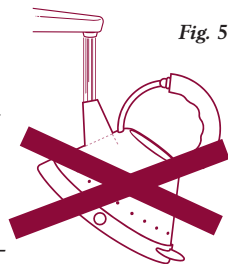

Fig. 5
- Ta av lokket og fyll opp vannkokeren til ønsket nivå (fig. 5).